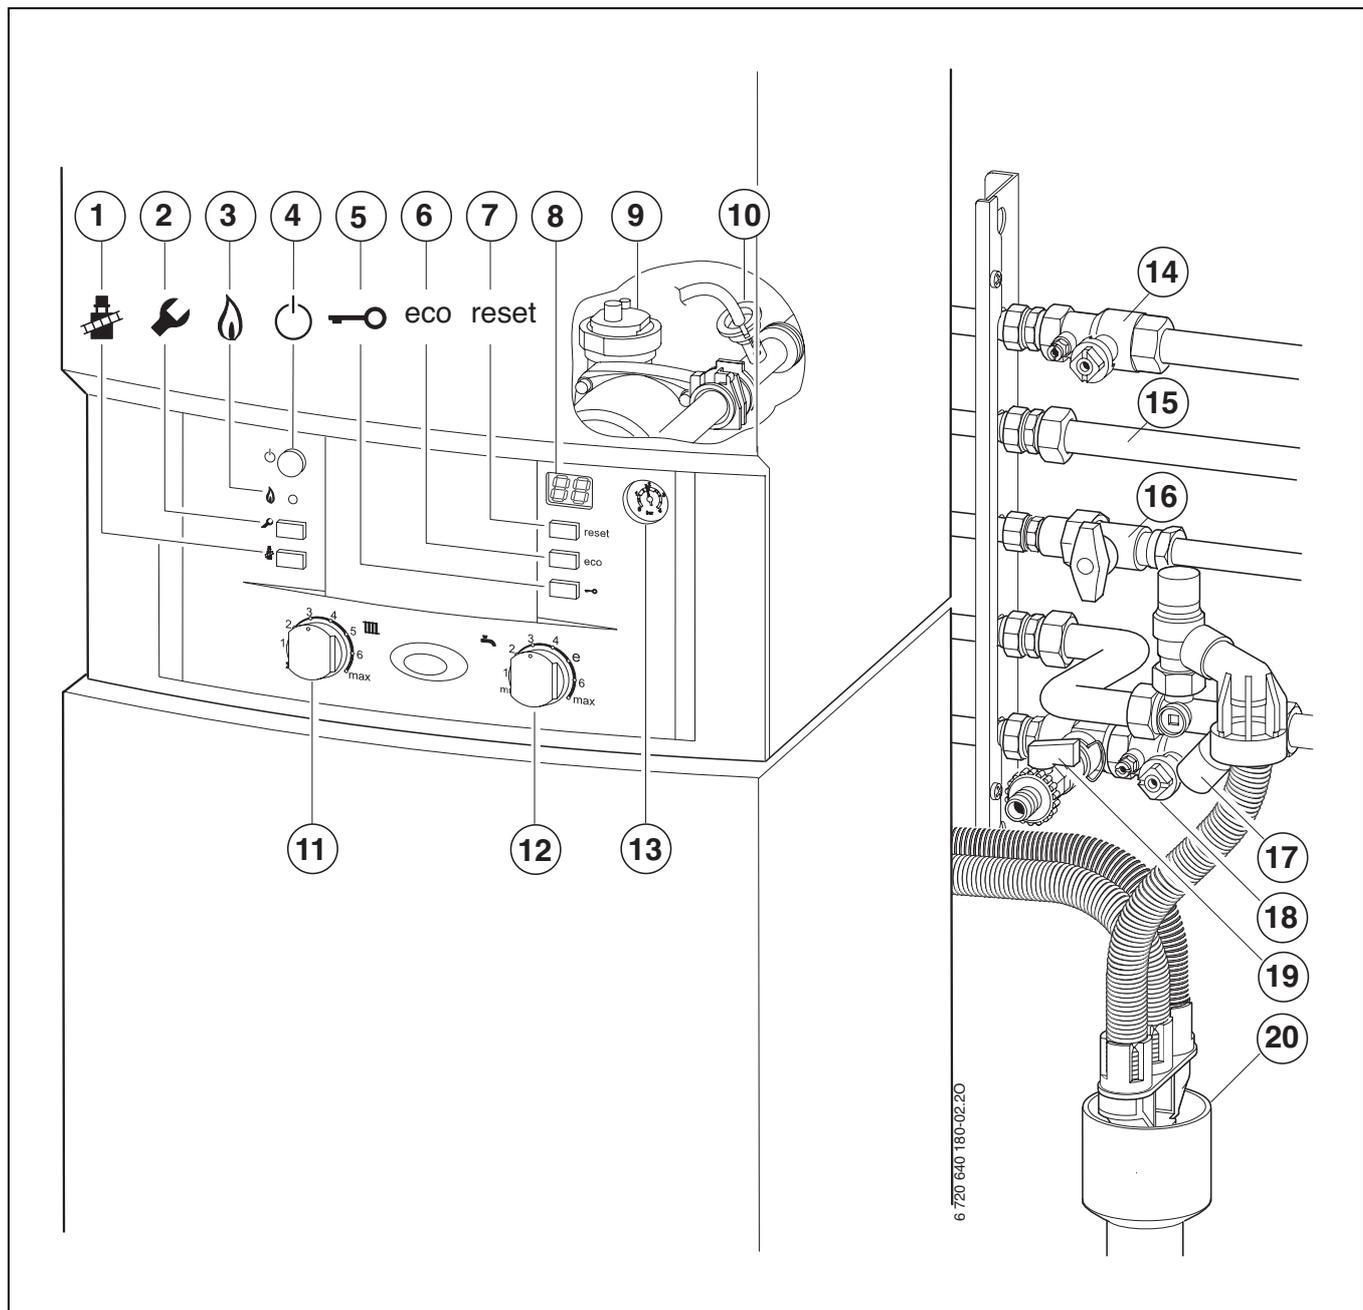

Fig. 41
- ▶ Togliere il cappuccio di copertura della valvola acqua fredda (→ fig. 41, [17]) e aprire la valvola.
- ▶ Aprire il rubinetto di mandata riscaldamento e il rubinetto di ritorno riscaldamento (→ fig. 41, [14] e [18]).